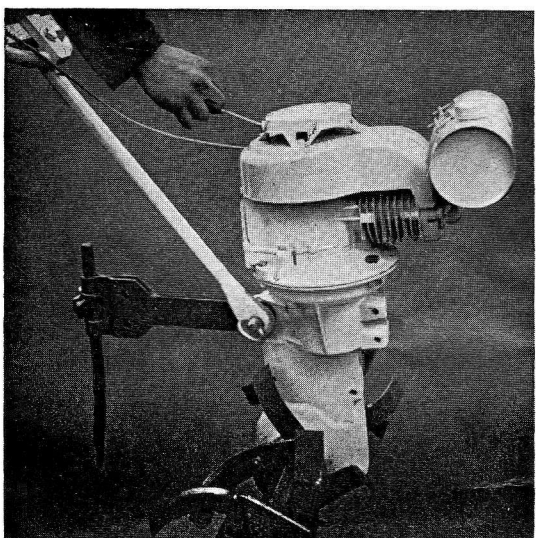

Fig. 11
- Tirer lentement la corde du lanceur par sa poignée jusqu'à ce que vous sentiez une résistance. Tirer ensuite énergiquement, sans brutalité, la corde sur une longueur d'environ 50 cm. Si votre moteur ne démarre pas au premier coup, répéter la manœuvre comme indiqué ci-dessus (fig. 11).